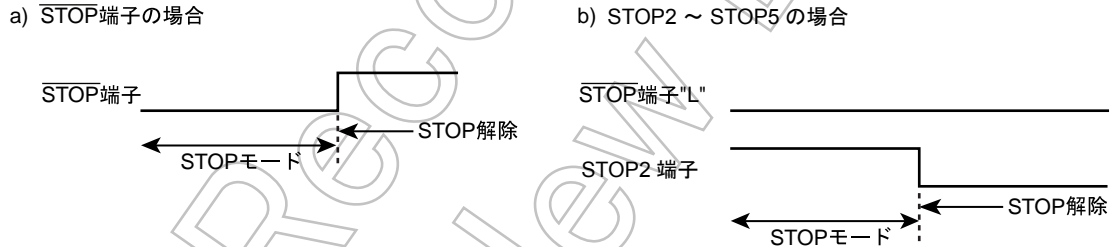

図 13-3 STOP 端子と STOP2 ~ STOP5 端子の優先順位
- 注 6) STOP2 ~ STOP5 入力によって STOP モードを解除する ("L" レベル) 場合は、STOP モード中 $\overline{\text{STOP}}$ 端子を必ず "L" レベルに固定してください。(図 13-3)